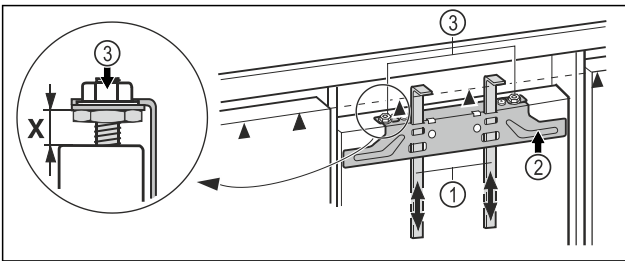

Fig. 44
- ▶ Skyv monteringshjelpemidlene Fig. 44 (1) opp på møbeldørhøyden. Nedre stoppkant ▲ til monteringshjelpemiddel = Øvre kant til møbeldøren som skal monteres.
- ▶ Skru av monteringstraversen Fig. 44 (2) via kontramutterne Fig. 44 (3).